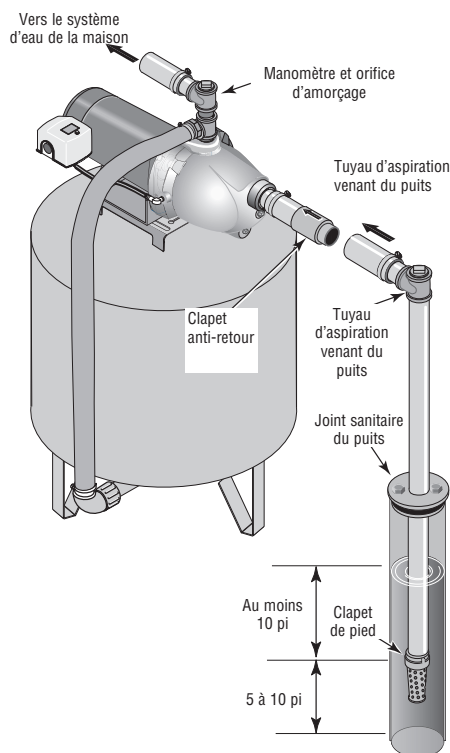

Figure 2 : Installation dans un puits à tubage
Installation sur un puits à tubage de 2 pouces de diamètre ou plus grand (Figure 2)
- 2 ° Brancher le clapet de pied, la crépine et le tuyau du puits (voir la Figure 2). S'assurer que le clapet de pied fonctionne librement.
- 4 ° Poser le té d'amorçage, le bouchon d'amorçage et le tuyau d'aspiration sur la pompe (voir la Figure 2). Brancher le tuyau provenant du puits sur l'orifice d'aspiration de la pompe en utilisant le moins possible de raccords - en particulier des coudes - étant donné que les raccords augmentent le frottement de l'eau dans les tuyaux (il faut toutefois ajouter un clapet de pied — voir la Figure 2). Le diamètre du tuyau d'aspiration doit être au moins aussi grand que le diamètre de l'orifice d'aspiration de la pompe. Supporter le tuyau de façon qu'il ne soit pas cintré afin qu'il n'exerce pas de contraintes sur le corps de la pompe; de plus, il doit être légèrement incliné vers le haut, du puits jusqu'à la pompe (les points hauts risquent de causer des poches et des bouchons d'air dans la pompe). Rendre étanches les raccords du tuyau d'aspiration avec du ruban Téflon™ ou une pâte pour raccords filetés à base de Téflon™. Les raccords doivent être étanches à l'air et à l'eau. Si le tuyau d'aspiration aspire de l'air, la pompe ne pompera pas l'eau du puits.